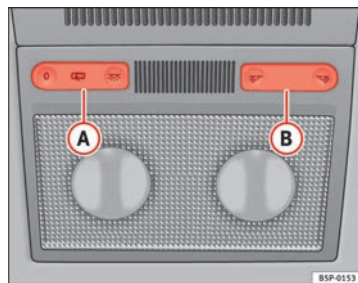
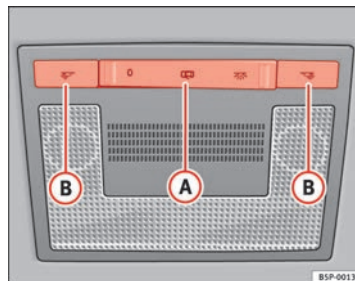

Fig. 78 Ciel de pavillon :
Fig. 79 Ciel de pavillon :
Appuyez sur la touche correspondante ⇒ fig. 78 (B) et ⇒ fig. 79 (B) pour allumer la lampe de lecture.